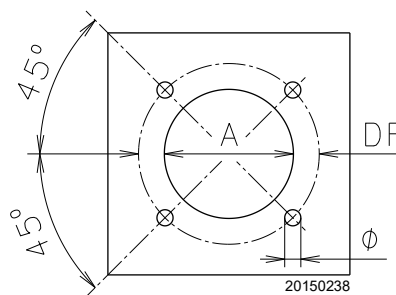

Рис. 14
Просверлите отверстия в плите, закрывающей камеру сгорания, как показано на рис (Рис. 14). Положение резьбовых отверстий можно разметить с помощью теплового экрана из комплекта горелки.
- Вставьте горелку в ранее подготовленное отверстие котла (Рис. 14) и закрепите ее при помощи винтов из комплекта поставки.